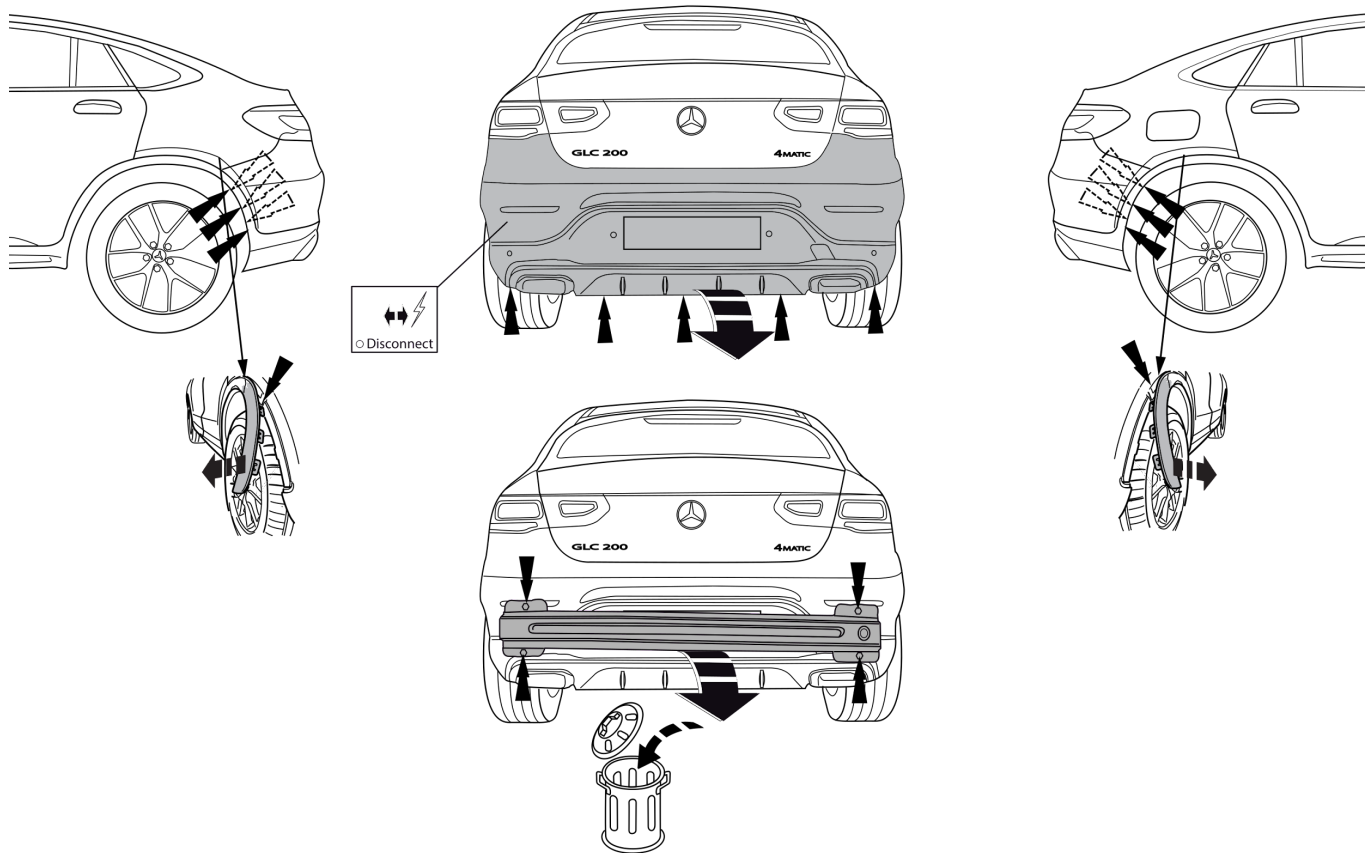

Fig. 1
1. Снять бампер вместе со буферным брусом автомобиля. Буферный брус больше не понадобится. См. рисунок 1.
7. Герметизировать обозначенные части (см. рис. 1)